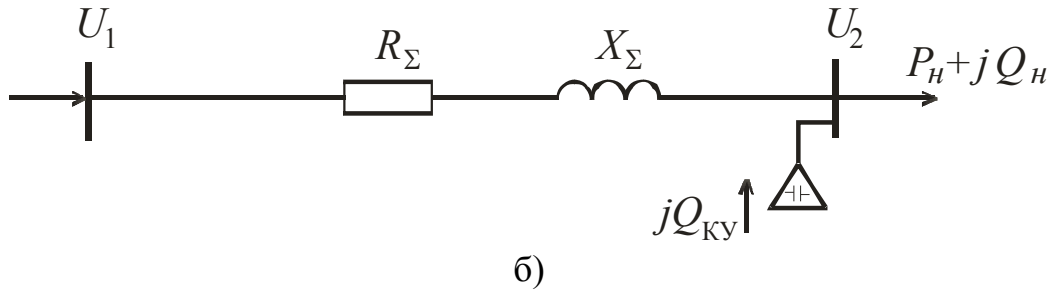

Рис. 35. Расчетная схема (а) и схема замещения (б) электрической сети для пояснения регулирования напряжения изменением потоков реактивной мощности
Для регулирования напряжения могут использоваться компенсирующие устройства (конденсаторные установки, синхронные компенсаторы, синхронные двигатели, работающие в режиме перевозбуждения), если есть возможность изменения вырабатываемой ими реактивной мощности. В этом легко убедиться на следующем примере (см. рис. 35).
Потребитель электрической энергии мощностью  $\underline{S}_H = 2 + j1,6$  МВ·А получает электроэнергию по сети, состоящей из линии электропередачи  $U_{ном} = 10$  кВ протяженностью 10 км, выполненной проводом АС-95, и трансформатора ТМ-1000/10 (рис. 35, а). Напряжение в центре питания  $U_1 = 10,5$  кВ. Использование максимальной добавки напряжения, создаваемой ПБВ трансформатора недостаточно для поддержания в узле 2 напряжения, равного 0,4 кВ. Требуется определить мощность компенсирующего устройства  $Q_{KV}$ , при котором напряжение  $U_2$  будет равно желаемому.
1. Рассчитаем сопротивления в схеме замещения (рис. 35, б), определив погонные параметры линии по табл. П.1 и П.2, сопротивления трансформатора по табл. П5.